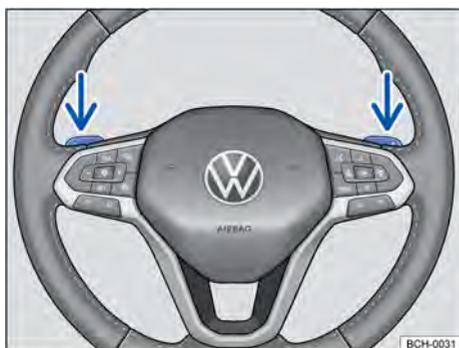

Fig. 90 Volante com seletores basculantes do Tiptronic.
- Puxar o seletor basculante direito → Fig. 90 na direção do volante para aumentar a marcha.